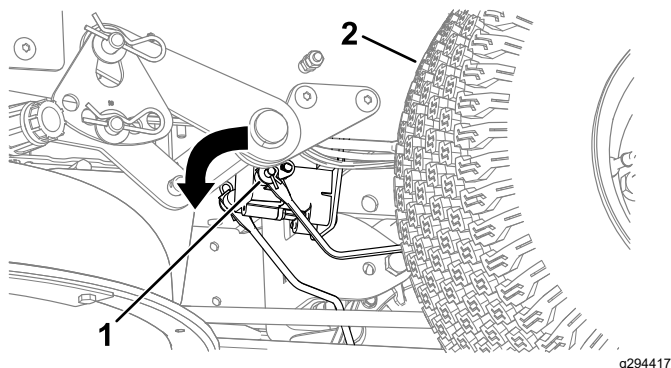

Figura 54
4. Localizați la frâna electrică arborele la care sunt conectate braele de cuplare (Figura 54).
5. Rotii arborele spre față pentru a elibera frâna, aa cum este ilustrat în Figura 54.